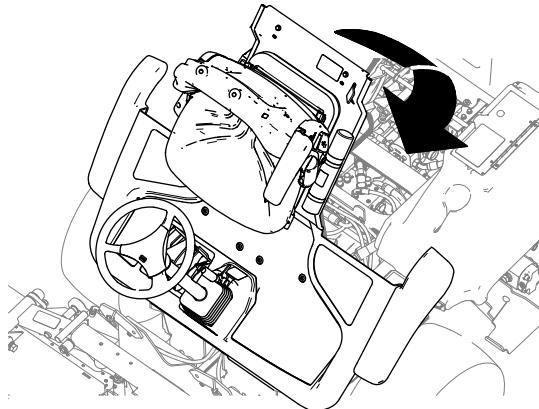

Bild 50
1. Senken Sie die Plattform vorsichtig ab (Bild 50).